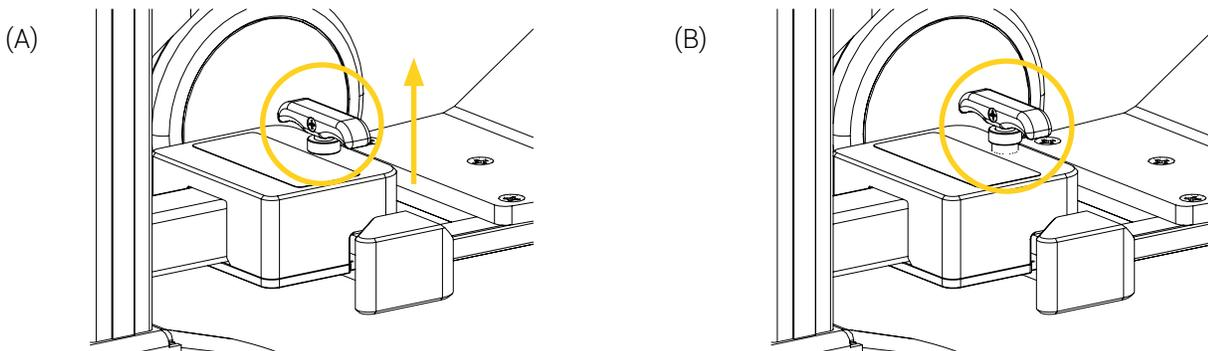

Figure 16 : Mécanisme à déclenchement rapide
1. Au besoin, désengager le système de freinage des quatre (4) roulettes pivotantes à double roue du Chariot néonatal THS.
2. Tirer et maintenir la poignée du mécanisme à déclenchement rapide du bras rabattable pour libérer le dispositif d'accouplement THS (Figure 16).